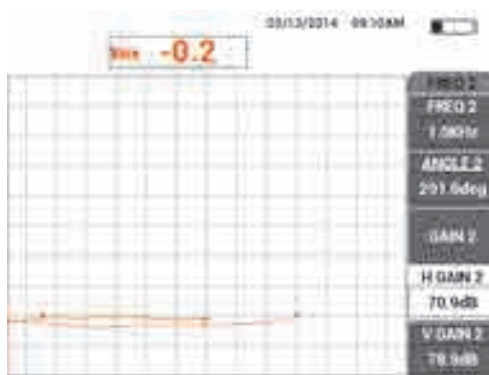

Рис. 5-106 Настройка значения H GAIN 2
15. Плотно прижимая преобразователь к образцу в точке 2, изучите точку сигнала **MIX** (Смеш.), затем нажмите клавишу меню MAIN FILTER (⊗) и уменьшите значение **H GAIN 2** (клавиша D), так чтобы рабочая точка сигнала **MIX** не переходила за более чем 3 деления влево от нулевой точки (см. Рис. 5-106 на стр. 207).